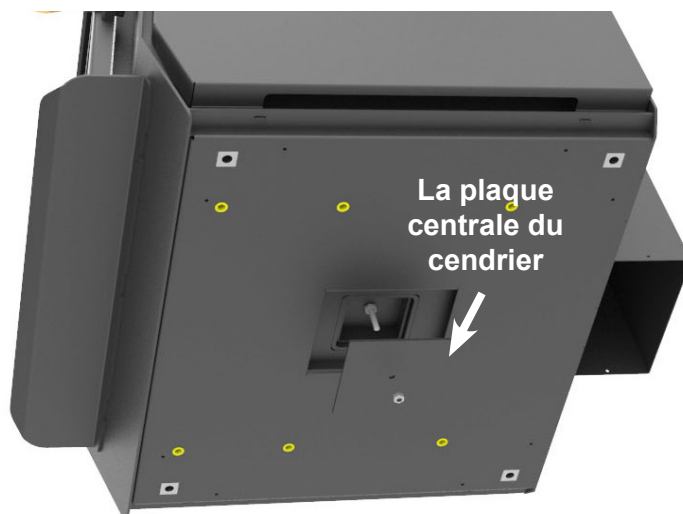

Fig. 9
2. Retirer le "La plaque centrale du cendrier" en dévissant l'écrou 1/4". (Fig. 9)